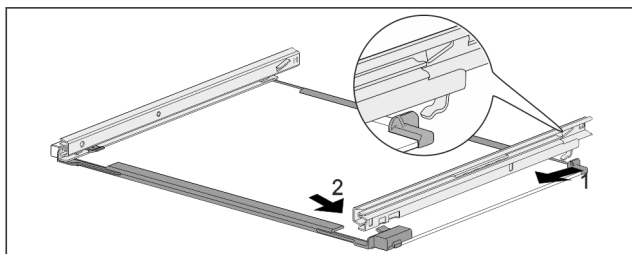

Fig. 206 Стъклена плоча с релси
- ▶ Закачете релсата отзад. Fig. 206 (1)
- ▶ Фиксирайте релсата отпред. Fig. 206 (2)